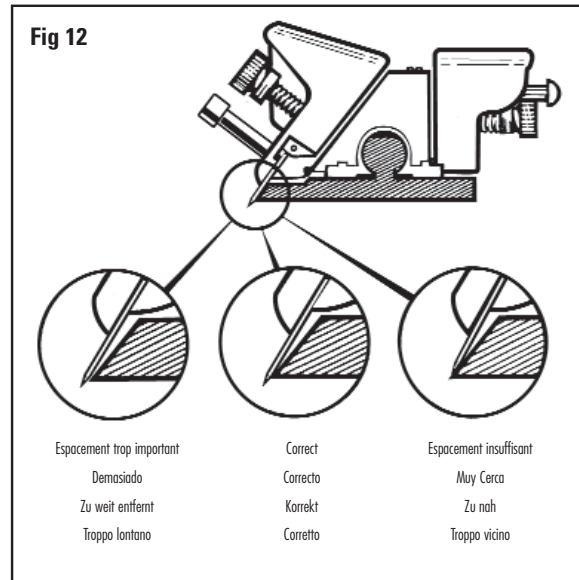

Fig 12
4. À ce stade, vérifiez la position de la pointe de la lame par rapport au bord du rail de guidage. Si la lame entre en contact avec le rail de guidage avant d'avoir atteint l'extrémité du rail, c'est que le ponçage de la surface des roulements est insuffisant et qu'un ponçage supplémentaire doit être effectué sur le CÔTÉ DROIT des roulements (Fig. 12). Au contraire, si la lame N'ENTRE PAS EN CONTACT avec le côté en biseau des roulements, il faut alors poncer davantage le côté biseau de la surface des roulements afin que finalement la lame entre en contact avec le bord du rail JUSTE au moment où la lame pénètre dans le passe-partout.
4. Prüfen Sie nun, den Abstand von Klingenspitze und Schneidschiene. Wenn die Klingenspitze die Schneidschiene berührt, bevor sie am Ende der Schiene angelangt ist, muss mehr vom Kunststoff auf der geraden Seite der Gleitlager abgeschliffen werden. Abb. 12 Im entgegengesetzten Fall, wenn die Klinge die Schneidschiene nicht berührt, muss mehr von der schrägen Seite der Gleitlager abgeschliffen werden, so dass die Klinge schließlich den Rand der Gleitschiene berührt, sobald sie in den Passepartoutkarton einsteht.
4. En este punto, compruebe la relación de la punta de la cuchilla con el borde de la Barra de Corte. Si la cuchilla golpea la Barra de Corte antes de que alcance el extremo de la barra, entonces tiene que quitarse más superficie del cojinete del LADO RECTO de los cojinetes. Fig. 12 Al contrario, si la cuchilla NO golpea el borde de la Barra de Corte, entonces se debe quitar más superficie del LADO DE BISEL del cojinete de modo que la cuchilla SÓLO golpeará en última instancia contra el borde de la barra conforme la cuchilla entre dentro de la lámina perimétrica.
4. A questo punto, verificare il rapporto della punta della lama rispetto al bordo della barra di taglio. Se la lama colpisce la barra di taglio prima che raggiunga l'estremità della barra, occorre rimuovere altra superficie dal LATO DIRITTO dei cuscinetti. Fig. 12 Al contrario, se la lama NON colpisce il bordo della barra di taglio, occorre rimuovere altra superficie dal LATO SMUSSO dei cuscinetti così che, alla fine, la lama colpirà il bordo della barra SOLAMENTE quando penetra nel cartoncino.